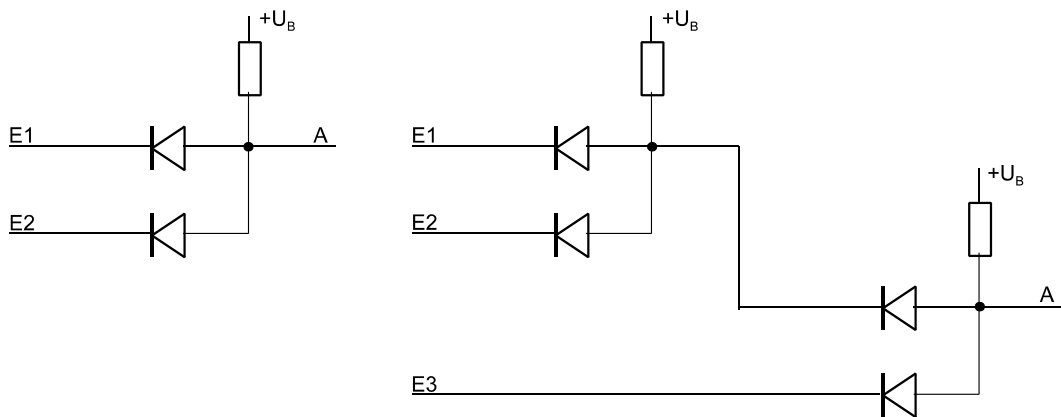

Abb. 3.2 UND-Verknüpfung. Links ein einzelnes Gatter, rechts zwei Gatter hintereinander
- Torschaltungen (Abb. 3.2) sollen Signalflüsse steuern (mit anderen Worten, Signale durchlassen oder nicht durchlassen).